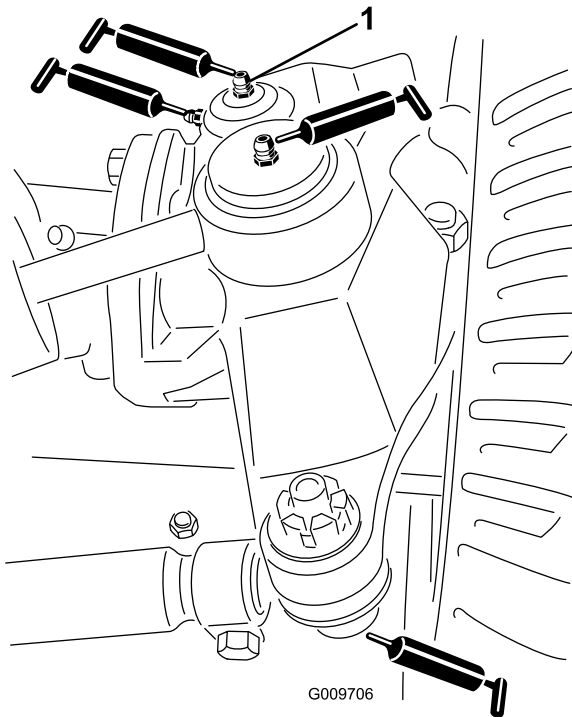

Bild 83
- Lenkzylinder-Kugelgelenke (2) (Bild 83)
- Spurstangen-Kugelgelenke (2) (Bild 83)
- Achsschenkelbolzen (2) (Bild 83) **Fetten Sie die obere Armatur am Achsschenkelbolzen nur einmal jährlich (2 Pumpen).**